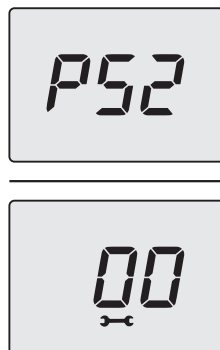

Figura 5.18
- Premere per 1 sec. il tasto 14 per entrare nel parametro selezionato. Il display visualizzerà quanto segue (Figura 5.18).